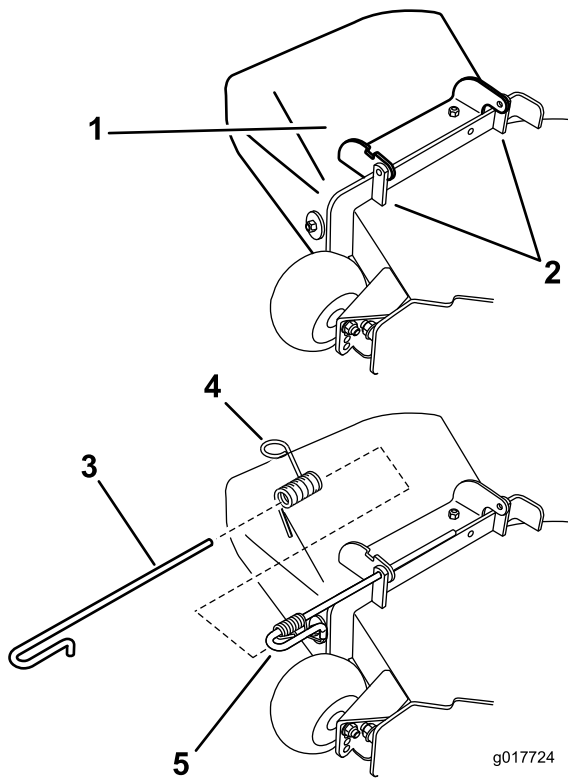

Bild 76
1. Entfernen Sie die Feder von der Kerbe in der Ablenkblechalteung und schieben Sie die Stange aus den geschweißten Mähwerkalteungen, der Feder und dem Auswurfablenkblech (Bild 76). Entfernen Sie defekte oder abgenutzte Auswurfkanäle.
- Positionieren Sie das neue Auswurfablenkblech mit den Halterungsenden zwischen den geschweißten Halterungen am Mähwerk, wie in Bild 76 dargestellt.